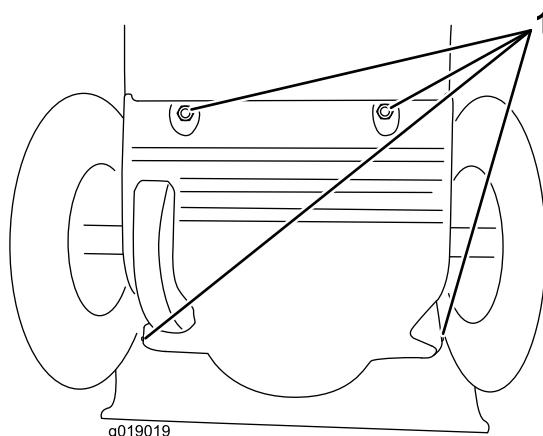

Figura34
3. Scoatei capacul posterior (Figura34).